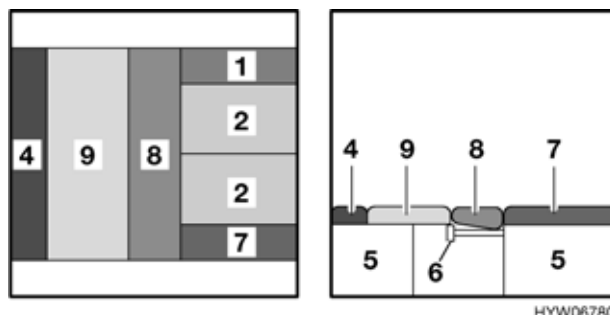

Fig. 78 Dopo la trasformazione
- Piazzare il cuscino aggiuntivo (Fig. 78,4) tra il cuscino del divano (Fig. 78,9) e la parete esterna.
- Appoggiare il cuscino dello schienale (Fig. 78,8) sulle due prolunge dei cassoni letto.